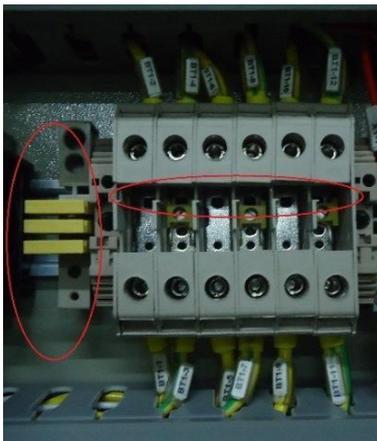
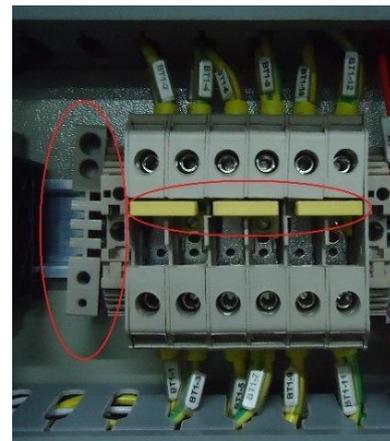

Fig. 1: Correto (Jumper fora do Bloco)
Fig.2: Incorreto (Jumper no Bloco)
- Verifique se o bloco de aferição está sem os jumpers de curto circuitar os TCs (conforme Fig.1 e Fig.2)